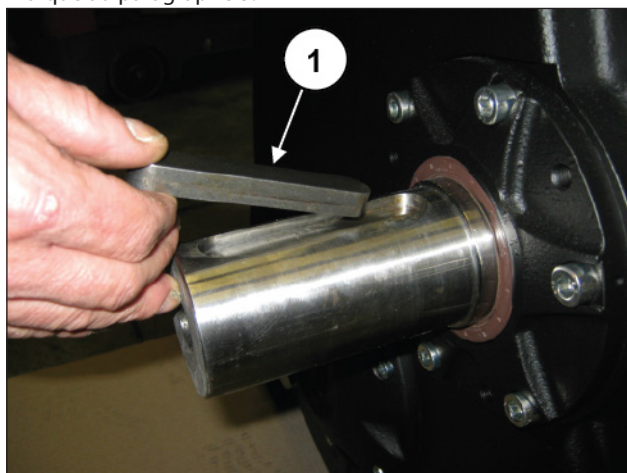

Fig. 145
Poser la clavette sur l'arbre de la prise de force (rep. ①, Fig. 145).